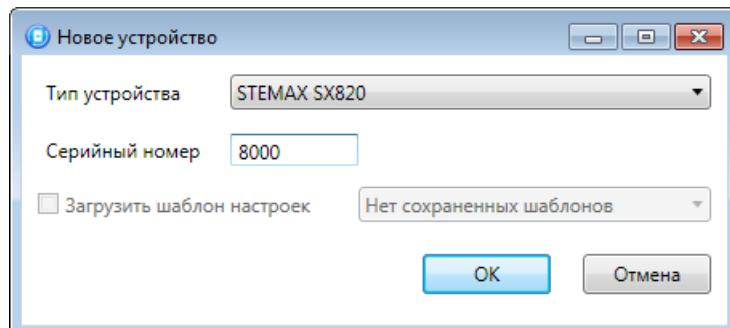

Рис. 4.5. Окно *Новое устройство*
- в открывшемся окне *Новое устройство* (Рис. 4.5):